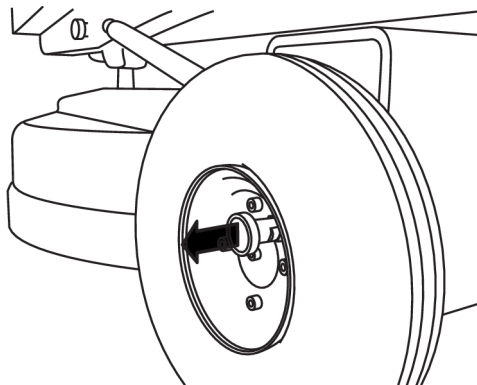

Bild 4-3. Frikoppla hjul
1. Frikoppla hjulen genom att dra låssprinten rakt ut, se Bild 4-3, sidan 19.
Rotera veven framtill på stödhjulet för att justera höjden så att maskinen tiltar och sliphuvudet hänger helt fritt från underlaget. Slipmaskinen kan förflyttas genom att man skjuter den manuellt framför sig. Se till att hjullåsningen är frikopplad enligt Bild 4-3, sidan 19.